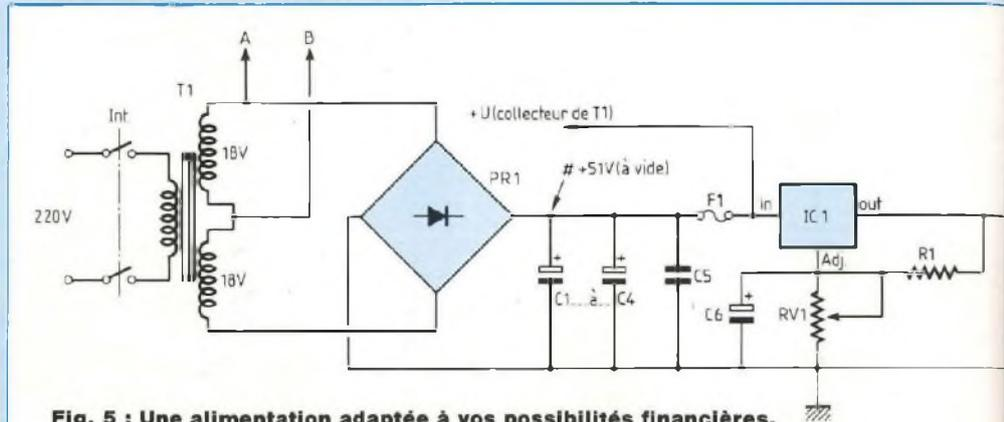

Fig. 5 : Une alimentation adaptée à vos possibilités financières.
La version économique doit comprendre au minimum, sur ce qui est proposé en figure 5 :
C'est celle de la figure 5 avec quelques fluctuations possibles suivant les budgets. Tout d'abord, le transformateur passe de 2 x 15 à 2 x 18 V/250 VA. On obtient donc aux bornes de C1 une tension continue de +51 V. Ensuite, comme précédemment, on étend le filtrage de tête à 9 400  $\mu$ F, 14 100  $\mu$ F ou 18 800  $\mu$ F. Après avoir traversé un fusible de protection F1, nous appliquons notre +51 V à l'entrée (IN) d'un régulateur IC1/LM 317K. Avec l'ajustable RV1 et un coup de tournevis, nous ferons en sorte d'obtenir lors de la première mise en service du Classe A, une tension continue régulée de +44 V sur la broche (OUT) du 317. IC1 va donc maintenir entre ses bornes IN-OUT, une tension excédentaire de +7 V, ce qui l'autorise à fournir un courant max de 2 A s'il est correctement refroidi !